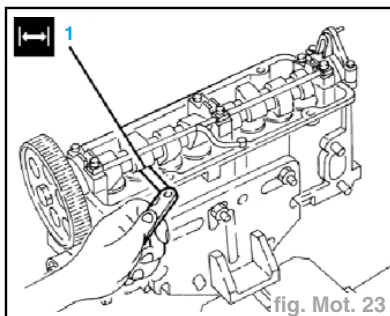

fig. Mot. 23
- Vérifier que le jeu de soupapes, avec soupapes en position de fermeture, est dans la norme. Utiliser pour cela un jeu de cales (1) (fig. Mot. 23) :